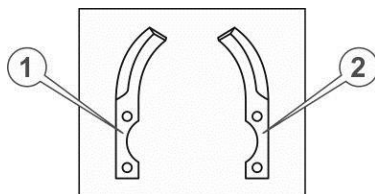

Рисунок 13 – Ножи ґрунтофрези
3. Взяти з комплекту ґрунтофрези по одному лівому і правому ножу (див. рисунок 13).
4. Притулити приготовані ножі (наприклад, поз. 2 і поз. 3 на рис. 13) до кріпи-льного квадрату маточини уздовж двох суміжних сторін цього квадрата у такий спосіб, щоб квадрат опинився всередині загинів ножів, загострені частини ножів були спрямовані за ходом обертання (як зазначено стрілкою на рисунку 12), кріпильні отвори ножів збіглися з отворами квадрата, водночас кінцевий отвір одного ножа (поз. 3) збігся із серединним отвором іншого ножа (поз. 2). Утримуючи ножі в такому положенні вставити в отвір болт, надіти шайби й наживити гайку.